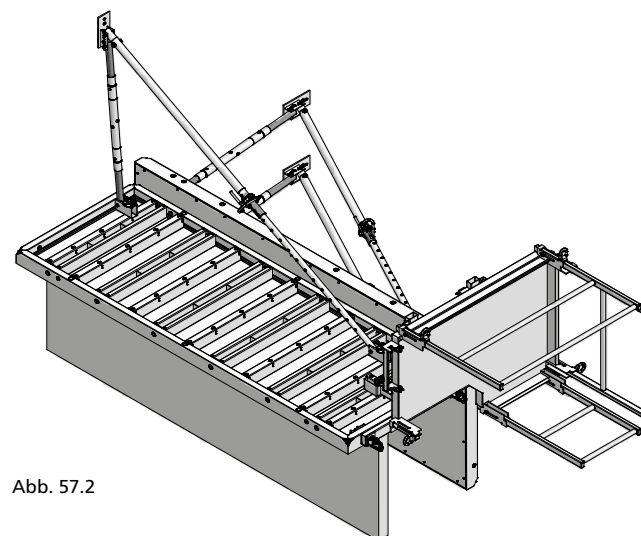

Abb. 57.2
4. Die Hammerkopfschrauben in die Betonierbühne eindrehen und die Flügelmuttern fest anziehen (Abb. 57.2).